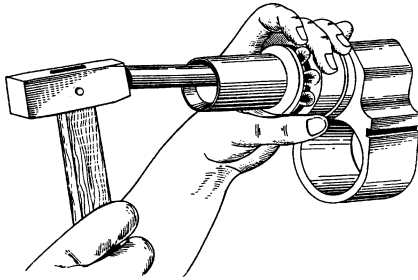

Рис. 120. Від'єднання обойми від газового циліндра
1.13. Від'єднати обійму від газового циліндра, для чого за допомогою молотка та вибивача (рис. 120) від'єднати газовий циліндр від обійми.